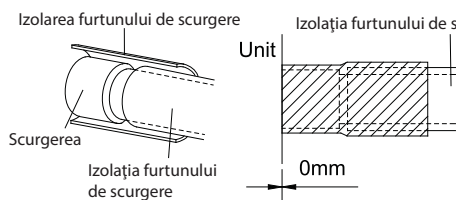

Fig.28
(9). Asigurați-vă că ați izolat locul în care orificiul de drenaj și furtunul de drenaj sunt conectate.(Fig.28)